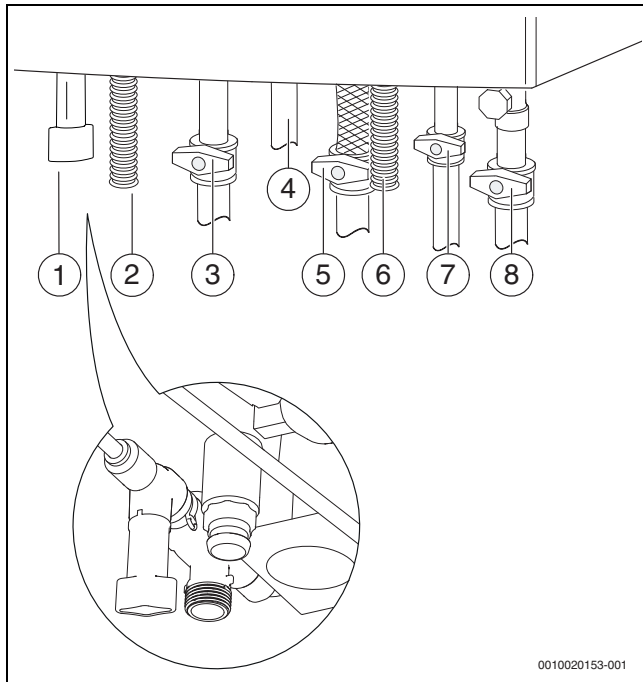

Рис. 25 Подключения газа и воды (дополнительное оборудование)
- ▶ Котлы GB062 ..K...: откройте кран холодной воды (→ рис. 25) и держите кран горячей воды открытым до тех пор, пока из него не потечёт вода.
- ▶ Откройте краны подающей и обратной линии отопления (→ рис. 25).
- ▶ Заполните отопительную систему до давления 1-2 бар (→ рис. 25) и закройте кран для заполнения и слива.